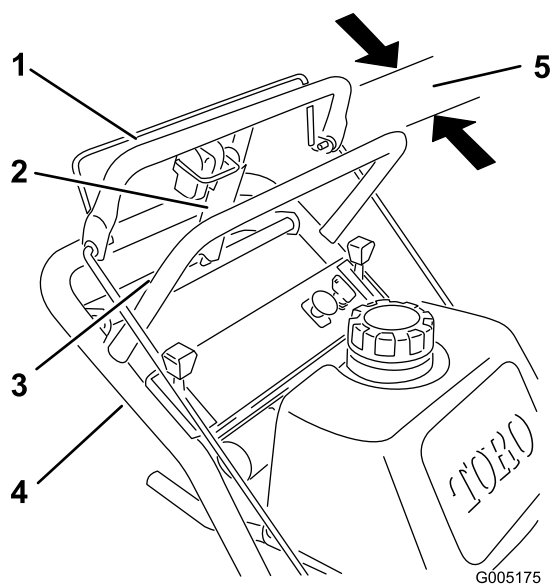

Figura 11
4. Compruebe el espacio entre la barra de control superior y la barra fija con la transmisión de las ruedas totalmente engranada. El espacio debe ser 25 a 32 mm (1 a 1-1/4 pulg.) aproximadamente (Figura 11).